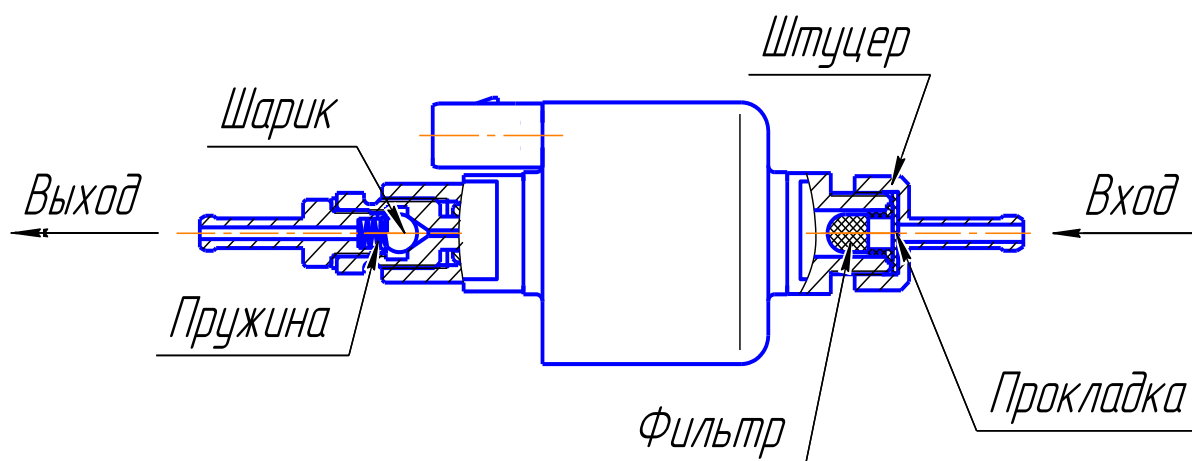

Рис. 12 -Топливный насос
5.9.1 Топливный насос (рис. 12) служит для дозированной подачи топлива в камеру сгорания. За весь период производства отопители комплектовались 4 типами топливных насосов: ТН10; ТН7; ТН8; «Thomas magnete».
- убедиться, что фильтр топливного насоса чистый. Для этого необходимо частично разобрать насос, выкрутить штуцер (рис.12) и осмотреть фильтр. Если фильтр загрязнен, то промыть его бензином и продуть воздухом;
- проверить герметичность соединения между корпусом топливного насоса и входным штуцером (см. рис.12). Проверку производить воздухом давлением не более 1кгс/см². Давление подводить со стороны входа при этом выходной штуцер заглушить. Если соединение негерметично необходимо заменить прокладку в штуцере (см. рис 12).